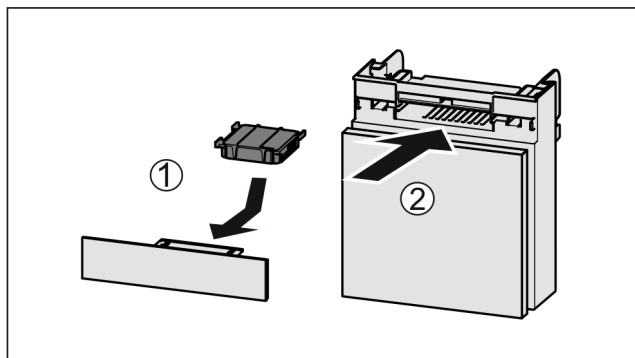

Fig. 115
- Inserire il vano Fig. 115 (2).